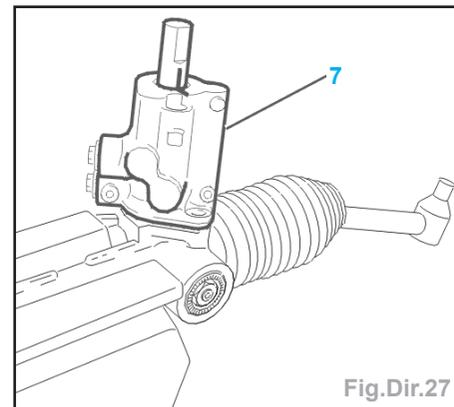

Fig.Dir.27
- Reposer un joint torique neuf (8).
- Positionner la valve distributrice (7) (Fig. Dir.27).